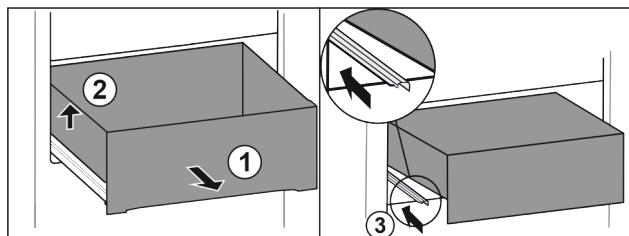

Fig. 77
- Izvadite ladicu do graničnika. Fig. 77 (1)
- Podignite ladicu lijevo. Fig. 77 (2)
- Gurnite lijevu vodilicu. Fig. 77 (3)